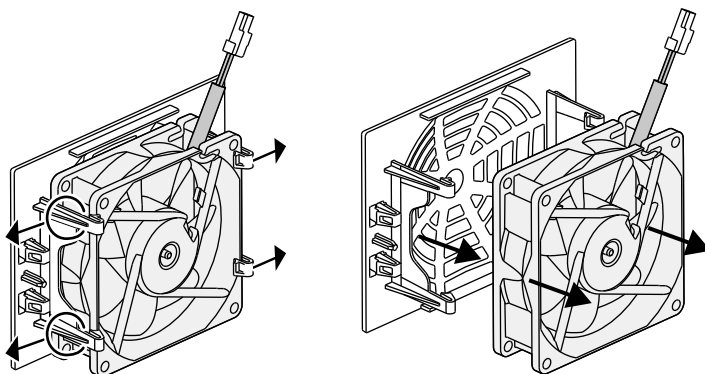

Fig. 76 : démontage de la grille du ventilateur
5. Il est encore possible de retirer le ventilateur de sa grille. Pour cela, appuyer légèrement sur les pattes de fixation vers l'extérieur et extraire le ventilateur. **Fig. 76**